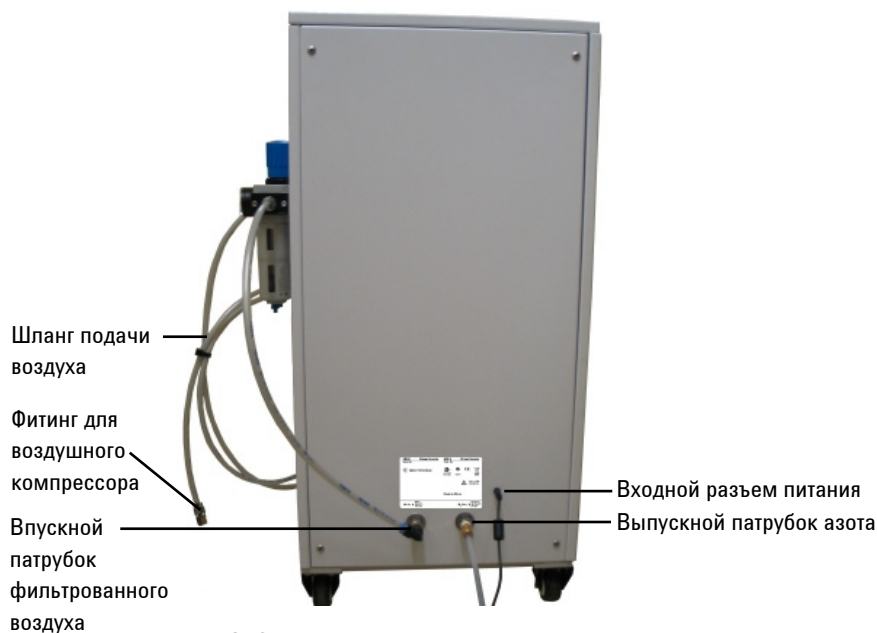
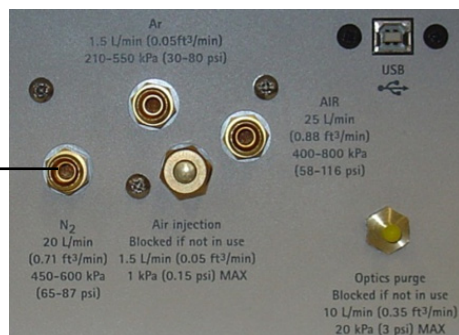
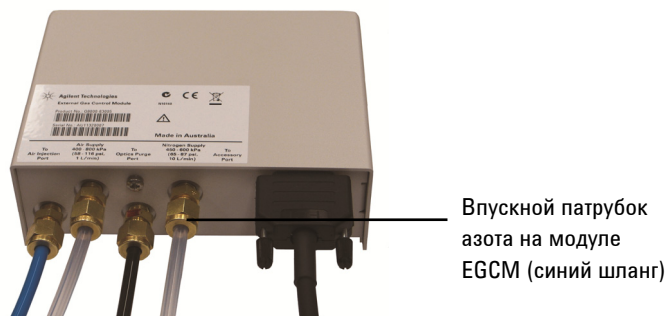

Рис. 3. Соединения цепи питания и трубки генератора азота
Рис. 4. Впускной патрубок азота в нижней правой части МП-АЭС
Рис. 5. Впускной патрубок азота на модуле EGSM (синий шланг)
- 2 Подсоедините один конец шланга подачи азота к выпускному патрубку азота на задней панели генератора азота (см. Рис. 3), а другой конец к выпускному патрубку азота на МП-АЭС или внешнем модуле контроля газа (см. Рис. 4 и Рис. 5).
- 1** Подключите небольшой выходной разъем постоянного тока блока питания к соответствующему разъему на задней панели генератора азота. См. раздел Рис. 3.